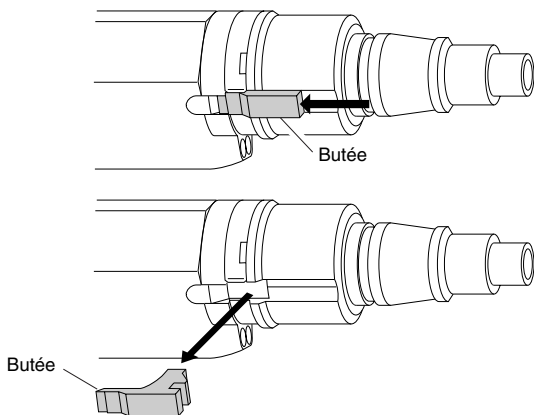

Figure 2 - Démontage de la butée
2. Pousser la butée vers l'arrière de l'outil pour l'enlever (Figure 2).
6. Replacer la butée. Une fois la butée en place dans l'ouverture du cylindre, déplacer la butée vers le devant de l'outil (consulter la Figure 2, page 75, pour connaître l'emplacement de la butée).